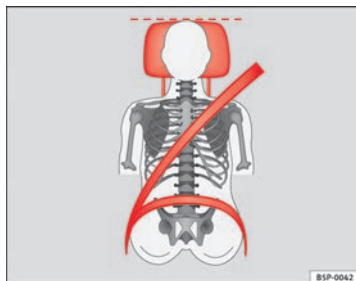
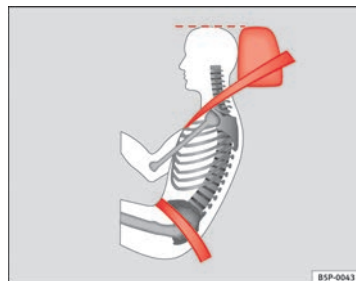

Fig. 71 Vista de frente:
Fig. 72 Vista de lado:
- Ajustar o encosto de cabeça de modo a que o rebordo superior do mesmo fique alinhado com a parte superior da cabeça, no mínimo à altura dos olhos ⇒ Fig. 71 e ⇒ Fig. 72.